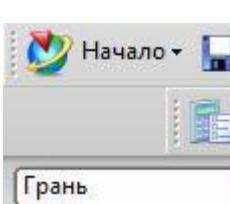

рис.45
- Затем нужно указать **грани** тел, между которыми хочется выполнить измерения (рис.45,46).